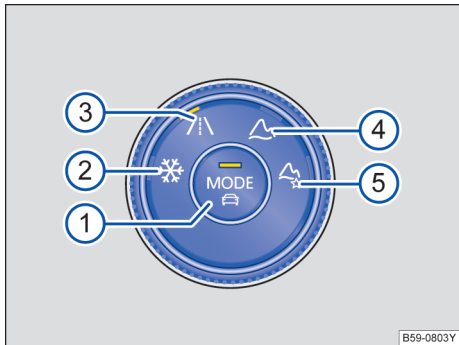

图 114 中控台下部：4MOTION 主动控制的操作单元
全轮驱动汽车具有很多种驾驶模式选项。在这种情况下，可以通过 4MOTION 主动控制的操作单元选择驾驶模式→图 114。
→ 图 114 的图例：
- 转动 4MOTION 主动控制的操作旋钮→图 114，直至所需的驾驶模式上的 LED 灯亮起。
- 按压旋钮中间的 **MODE** →图 114。
- 必要时，转动 4MOTION 主动控制的操作单元→图 114，直至越野个性化驾驶模式旁边的 LED 灯亮起。
- 如果已经选择越野自定义，则按压操作单元中间的 **MODE** →图 114。